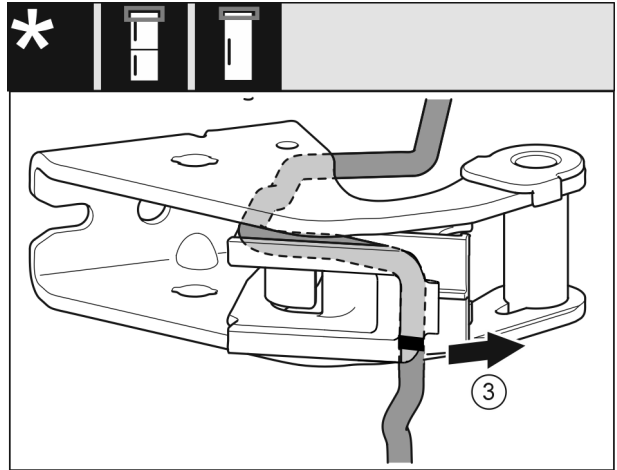

Fig. 15
- ▶ Irrota johto johtopitimen kanssa laakeripukista. Fig. 15 (3)